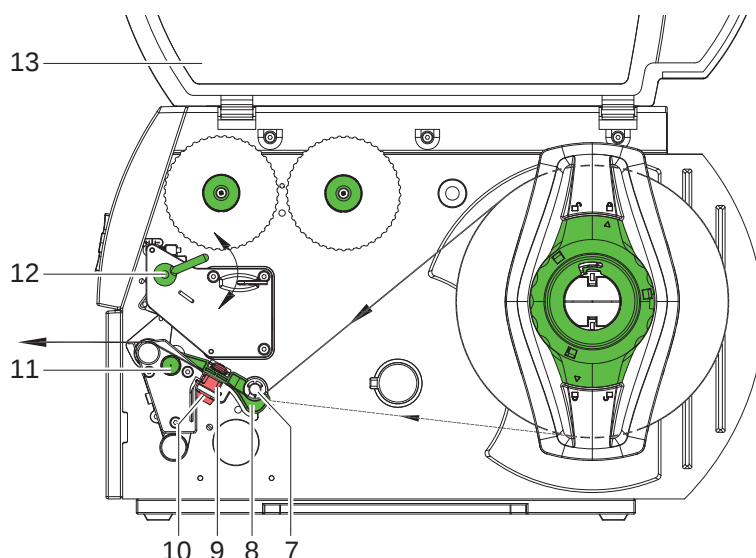

Figura 7 Percorso del materiale
► Allentare leggermente il pomello zigrinato (10, Figura 7) e posizionare la barriera fotoelettrica delle etichette spingendola sul pomello zigrinato in modo tale che il sensore possa rilevare l'interspazio tra le etichette o la presenza di una marcatura a riflessione o una punzonatura.
► Ruotare la leva (12) in senso orario per bloccare la testa di stampa.